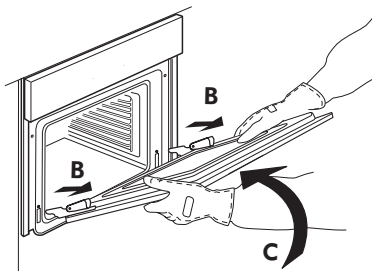

rys. 1
2. Unieść do oporu dwa zaczepy blokujące zawiasy (rys. 1).